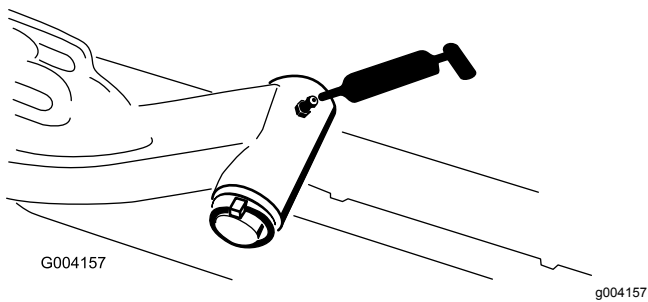

Figura 66
- Eje pivotante del brazo de elevación (1 en cada) (Figura 66)